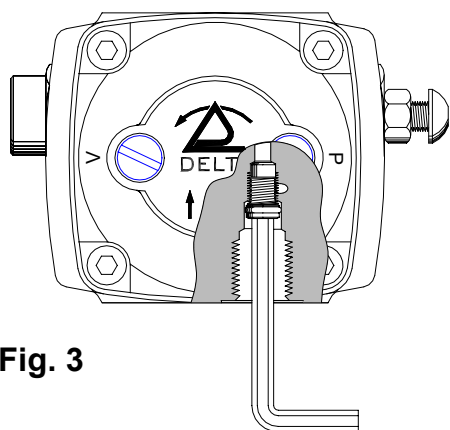

Fig. 3
- c) Inserire ed avvitare la boccola di by-pass all'interno del foro di ritorno (Fig. 3).
- d) Usando una chiave brugola da 4 mm, svitare la boccola by-pass dal foro di ritorno (Fig. 3).